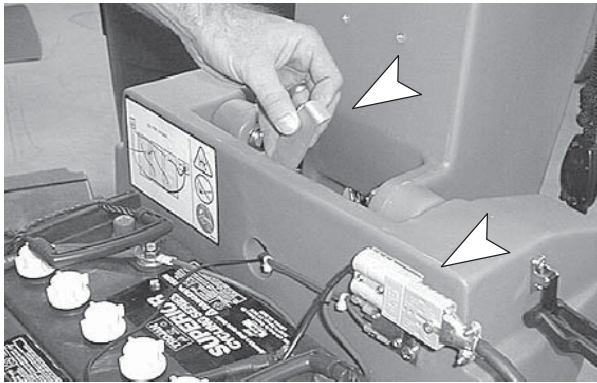

FIG. 24
6. Branchez le cordon de courant continu du chargeur sur la prise de batterie située à l'arrière de la machine (Figure 24).